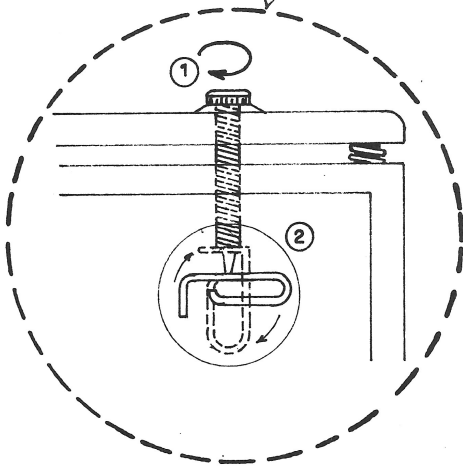

FIGURA 1
- 1 — Gire os dois parafusos ① do toca-discos conforme indicado na figura.
- 2 — Introduza uma chave de fenda dentro do gabinete e desloque o grampo ② como indica a figura 1.